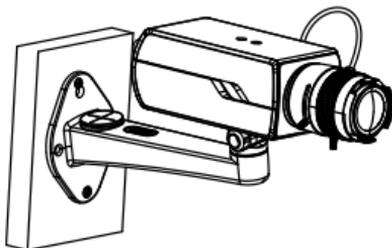

图2-23 安装完成
7. **安装完成**：将摄像机支架旋钮拧紧，完成安装，如图 2-23 所示。